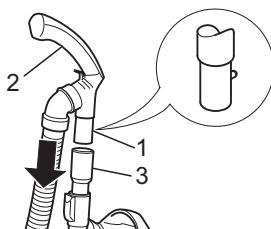

Abb. 2
1. Drücken Sie den Arretierstift (Abb. 2/1) und stecken Sie den Handgriff (Abb. 2/2) in das obere Ende des Teleskoprohrs (Abb. 2/3).